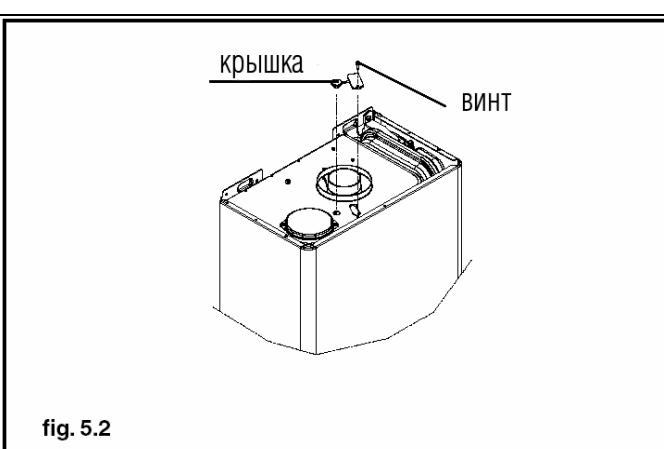

fig. 5.2
– Вывинтите винт на крышке, которая закрывает штуцер, служащий для отбора продуктов горения для анализа (рис. 5.2) и установите зонд газоанализатора